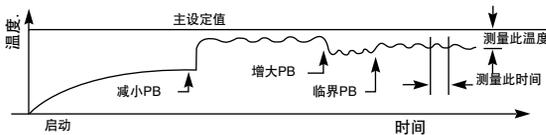

图2：振荡时间
- 测量相邻波峰或波谷之间的振荡时间，以分为单位（见图2）。使用图表记录仪最容易进行这种测量，但可每隔一分钟读取一次测量值，以掌握时间。